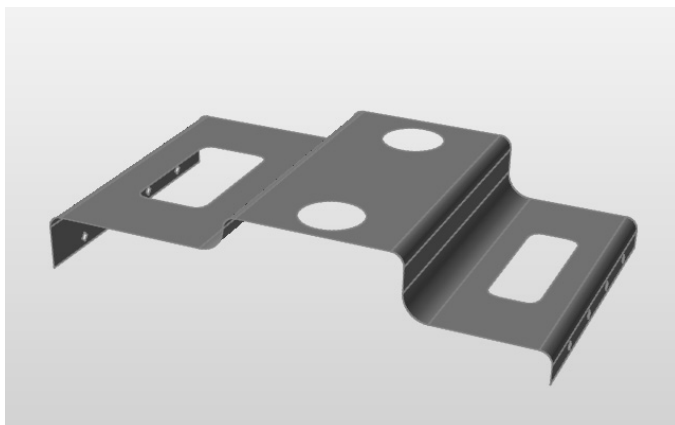

图 14-15
10) 单击该零件以创建中面，然后右键单击退出该工具，如图 14-15 所示。